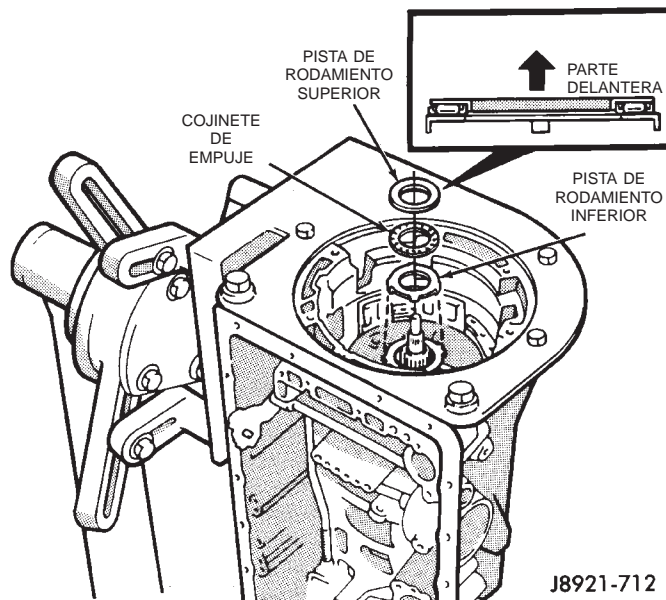

Fig. 164 Instalación del cojinete de empuje y las pistas de rodamiento del soporte de sobremarcha
(63) Recubra la pista de rodamiento inferior de sobremarcha, el cojinete de empuje y la pista de rodamiento superior con vaselina e instálelos en el soporte de sobremarcha (Fig. 164). Asegúrese de que las pistas de rodamiento y el cojinete estén ensamblados e instalados como se indica.
(64) Verifique el tamaño del cojinete y las pistas de rodamiento antes de continuar. Los tamaños del cojinete-pista de rodamiento son: